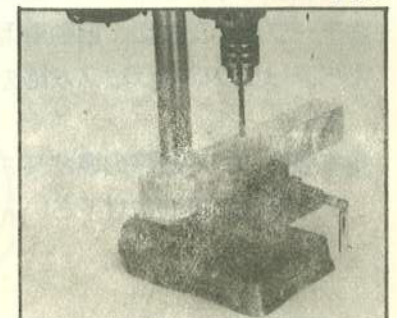

図14
②ドリル装着場に、テーブルの上に木板を置くことで、ドリルが付き抜けても、欠けたり傷がつくのを防ぎます。木板は柱の左側に接触するように置いて下さい。図14参照
③テーブルに止められないような小さなものを加工するときはドリル・プレス・バイス(万力)などを使って下さい。(ただし、部品には入っていません)万力は必ずテーブルにボルトなどで固定して使用して下さい。図14参照